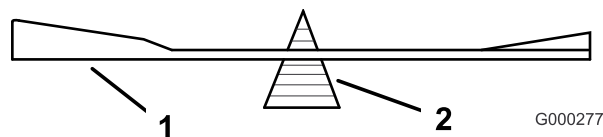
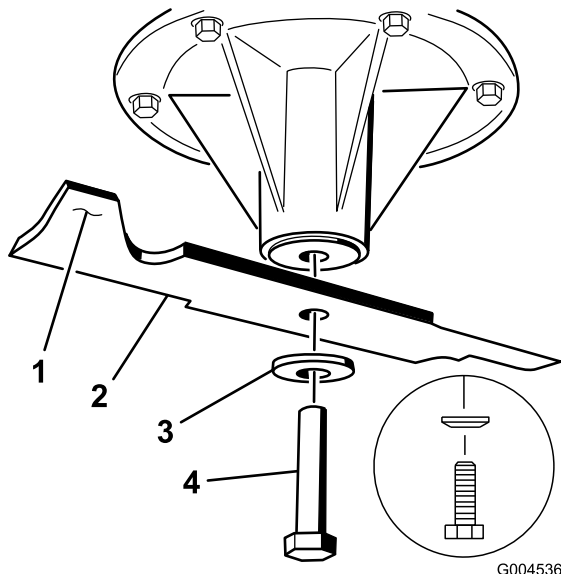

Figure 69
Figure 70
2. Retirez le boulon, la rondelle élastique et la lame de l'axe (Figure 70).
2. Vérifiez l'équilibre de la lame en la plaçant sur un équilibreur (Figure 69). Si la lame reste horizontale, elle est équilibrée et peut être utilisée. Si la lame est déséquilibrée, limez un peu l'extrémité de la partie relevée seulement (Figure 70). Répétez la procédure jusqu'à ce que la lame soit équilibrée.
1. Placez la lame sur l'axe (Figure 70).
2. Installez la rondelle élastique et le boulon de la lame. Le cône de la rondelle élastique doit être dirigé vers la tête du boulon (Figure 70). Serrez le boulon à un couple de 115 à 150 Nm (85 à 110 pi-lb).